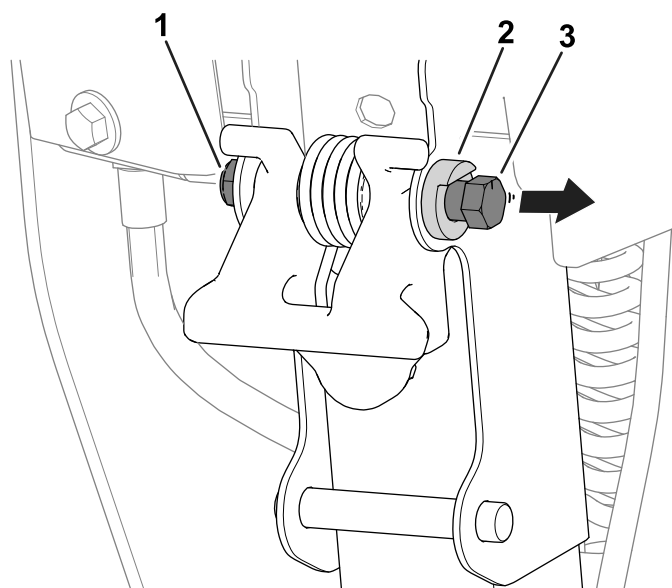

Figure 13
1. Desserrez l'écrou sur le boulon de verrouillage afin que la tête du boulon puisse se déplacer juste au-delà de la butée de pivot (Figure 13).
3. Serrez l'écrou sur le boulon de verrouillage (Figure 13) pour bloquer le boulon à sa nouvelle position contre la butée de pivot.